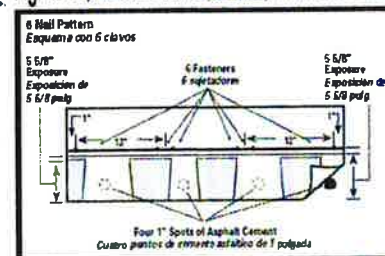

Fig. 2 Underlayment Standard Slope
Application of underlayment, metal drip edges, and eaves flashing: See Fig. 2. (A) Apply one layer of underlayment over metal drip edge at eaves. Use only enough fasteners to hold in place.
Instalación del revestimiento, bordes de goteo metálicos y tapajuntas de aleros: Ver la Fig. 2 (A) Instale una sección del revestimiento sobre el goterón metálico del alero. Utilice la cantidad estrictamente necesaria de sujetadores para mantenerla en su lugar.